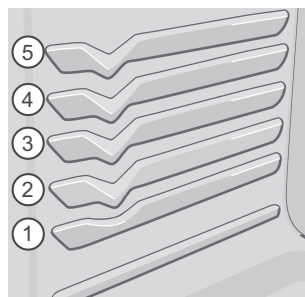

Figure 12 : Positions des grilles
- Pour obtenir de meilleurs résultats lorsque vous utilisez deux grilles pour la cuisson de gâteaux, placez ces dernières aux positions 2 et 4 (voir figure 12).